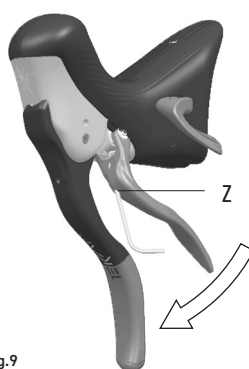
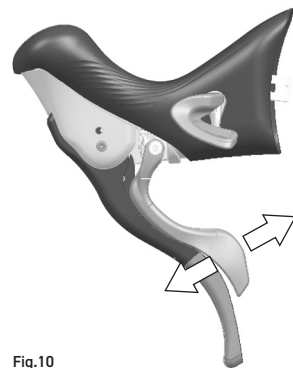

Fig.9
Fig.10
La posizione della leva esterna, più o meno vicina alla leva del freno, è impostabile agendo sul grano presente all'interno del foro Z (Fig.9 / Fig. 10). La corretta posizione della leva esterna deve essere tale che la leva sfiori, ma non tocchi, il gommino presente sulla leva del freno.
- Ruotate la chiave a brugola in verso orario (Fig.9) se dovete allontanare la leva dalla leva del freno (Fig. 10) oppure in verso antiorario se dovete avvicinare la leva.